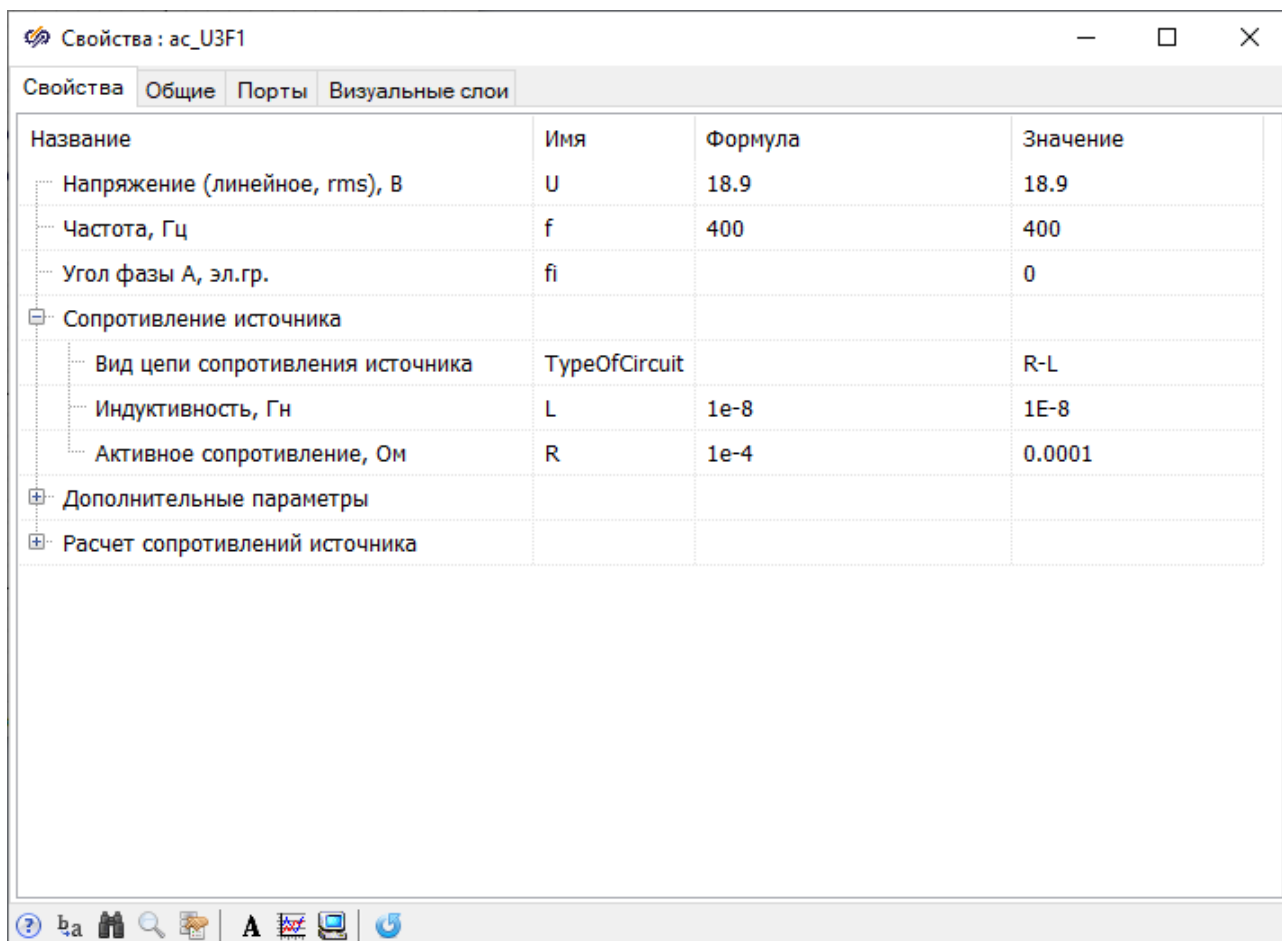

Рисунок 3.5.3. Окно «**Свойства объекта**» для блока «**Источник напряжения 3-фазный**».
- 3) Появится окно свойств блока «Свойства», в котором происходит задание свойств блока, с указанием имени объекта, для которого происходит изменение свойств (Рисунок 3.5.3).